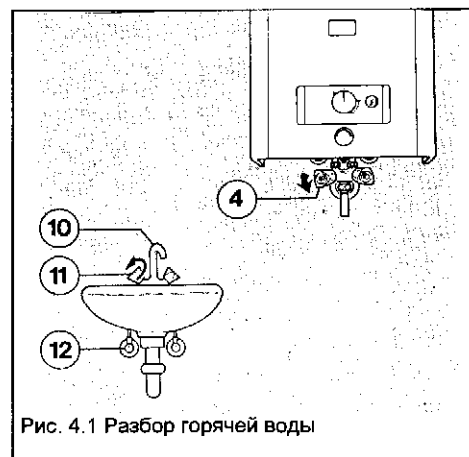

Рис. 4.1 Разбор горячей воды
4.1 Отбор горячей воды (рис. 4.1)